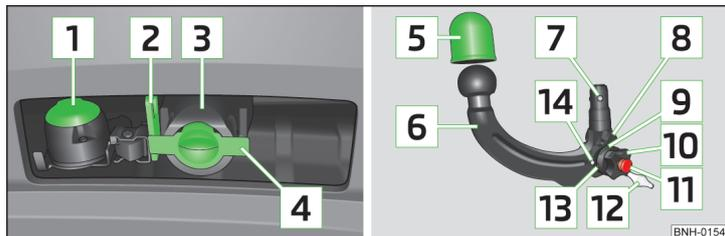

Abb. 110 Träger der Anhängervorrichtung / Kugelstange
Träger der Anhängervorrichtung und Kugelstange » Abb. 110
- Die Abdeckkappe für den Aufnahmeschacht **4** » Abb. 110 auf Seite 118 nach unten abziehen.
➤ Die Abdeckkappe für den Aufnahmeschacht **4** » **Abb. 110 auf Seite 118** einsetzen.